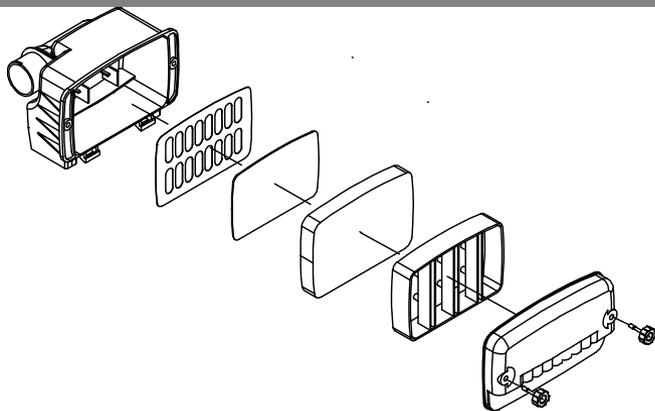

Рис. 13
Загрязнение воздушного фильтра может препятствовать поступлению воздуха для образования воздушно-топливной смеси. Для предотвращения неисправностей двигателя надо осуществлять регулярное обслуживание воздушного фильтра (Рис. 13). При работе в условиях повышенной запыленности воздушный фильтр необходимо обслуживать чаще.
1. Выкрутите винт крепления и снимите крышку воздушного фильтра (Рис. 13).
2. Извлеките воздушный фильтр из корпуса (Рис. 13) и проверьте его на отсутствие повреждений.